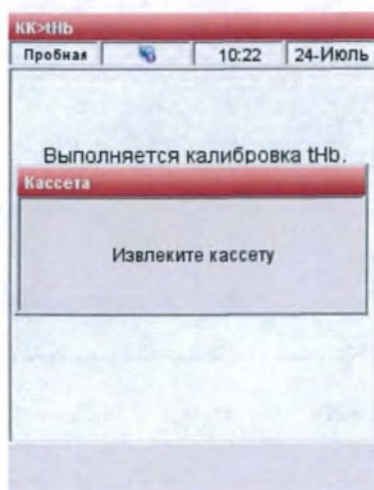

Рис.2-22 Удалите калибратор
- После завершения калибровки прибор предложит открыть крышку камеры для проб и вынуть кассету (Рис. 2-22).